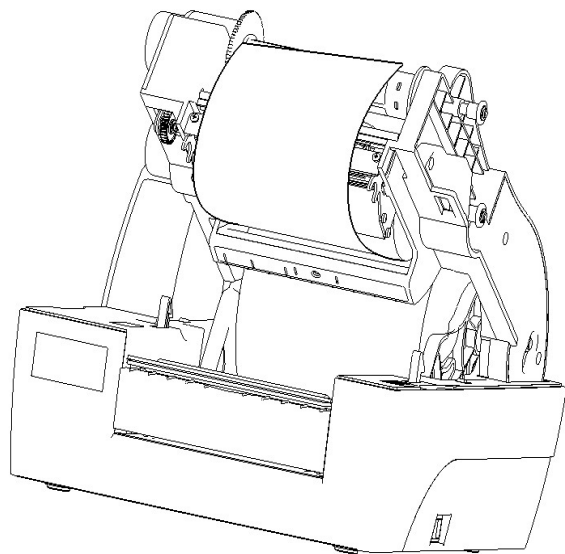
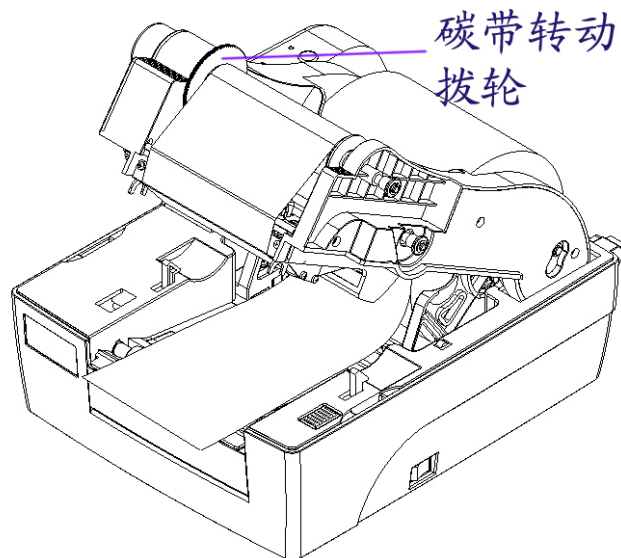

图 5.6-3
图 5.6-4
- 3) 将碳带前端从打印头组件下方绕过，并缠绕在碳带回收轴上（见图 5.6-3）；拨动碳带转动拨轮使碳带绷紧（安装好的纸卷和碳带见图 5.6-4）；